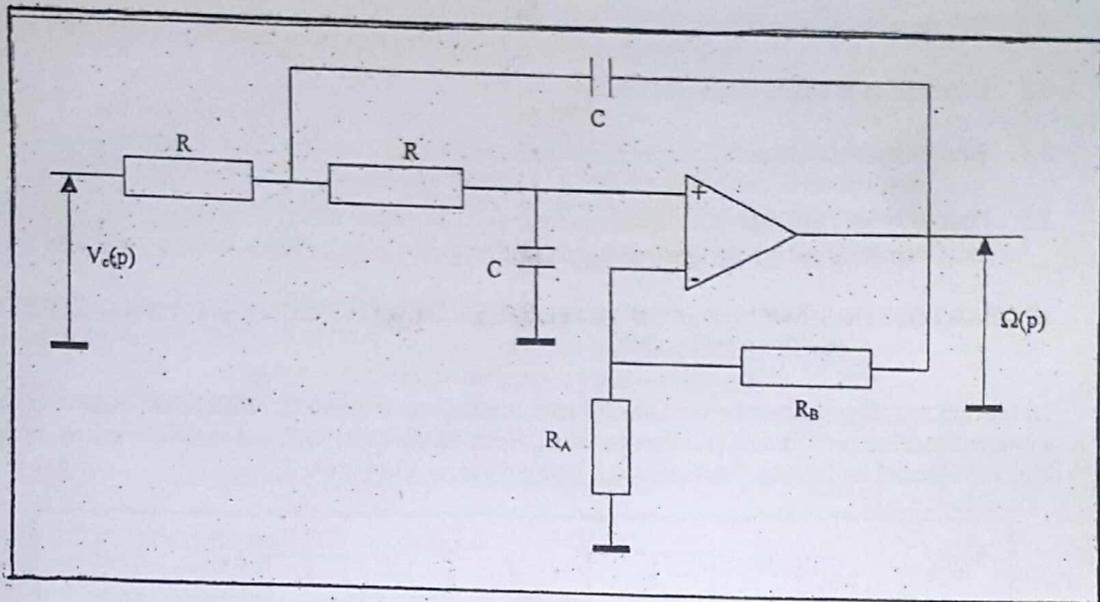

Figure 4
- 4.6 Pour étudier le comportement du système en boucle fermée, on se propose de le modéliser par le circuit électronique de la figure 4.
- 4.6.1 Calculer la fonction de transfert $H(p) = \Omega(p)/V_c(p)$ du circuit de la figure 4.